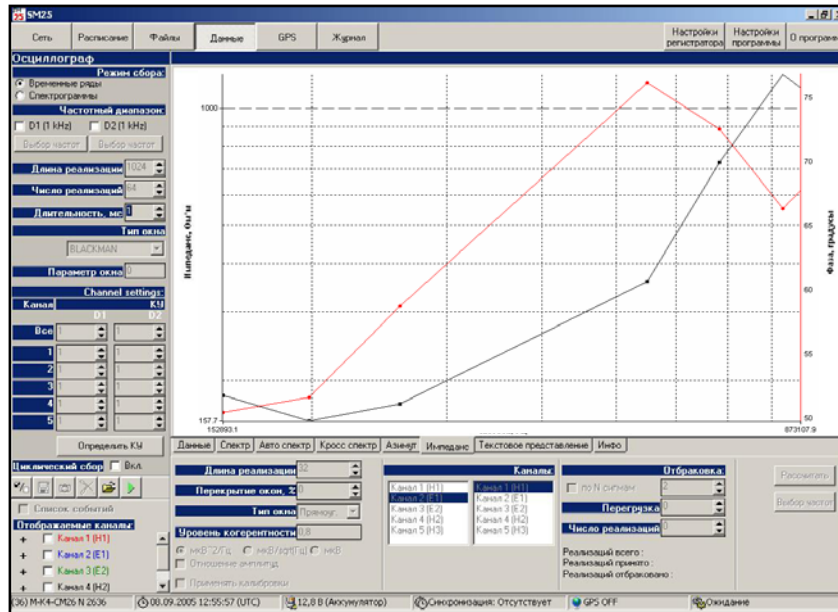

Рисунок 8.13
- Вкладка «Импеданс» (рисунок 8.13) выводит рассчитанные модуль и фазу кажущегося сопротивления по выбранным ортогональным парам каналов.